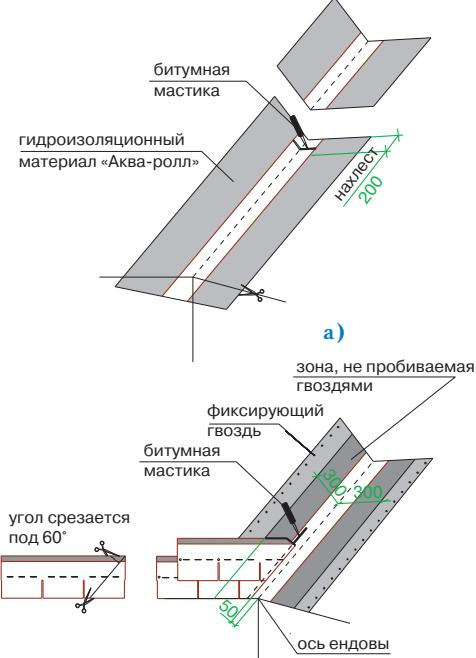

Рис. 3
## Ендова (рис. 3)
2. «Аква-ролл» укладывается с нахлестом 20 см, место нахлеста тщательно обрабатывается битумной мастикой (рис. 3а);
2. «Аква-ролл» укладывается с нахлестом 20 см, место нахлеста тщательно обрабатывается битумной мастикой (рис. 3а).
- непосредственно перед укладкой в ендову черепицы, защитная пленка с лицевой стороны «Аква-ролла» снимается и на самоклеящуюся поверхность укладываются листы черепицы, обрезанные в соответствии с заранее отбитыми линиями (рис. 3б);
**Внимание:** 1. Необходимо также подрезать верхний уголок обрезанного края листа (см. рис. 3в) для правильного стока воды.
2. Крепление обрезанного листа к медной части «Аква-ролла» осуществляется при помощи сплошной полосы битумной мастики (рис. 3б).